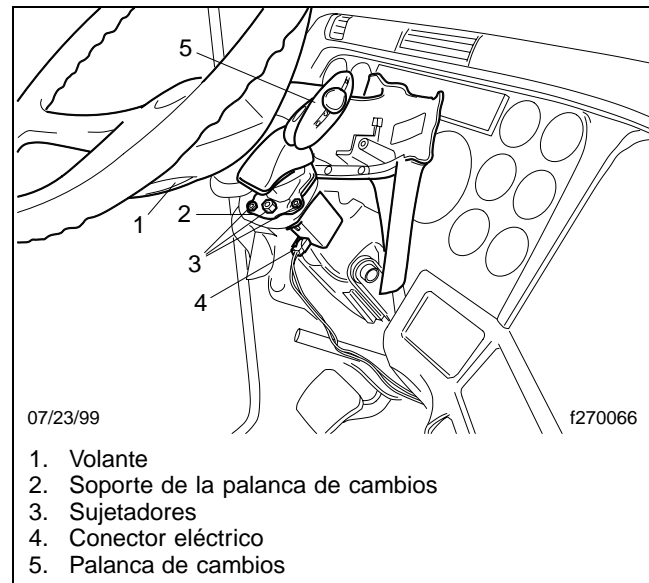

Figura 7, Componentes de la palanca SmartShift
3. Desenchufe el conector eléctrico del enchufe que hay en la unidad de la palanca de cambios. Vea la **Figura 7**.